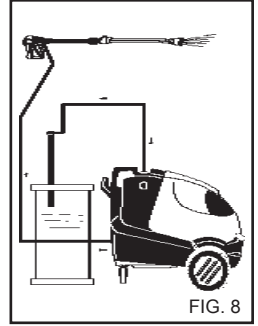

FIG. 8
- 3) Spola ur intag-sledningen efter användning av rengöringsmedel genom att lägga inloppsslangen i en (fig. 8) i en tank med rent vatten och köra pumpen under en minut med doseringsventilen helt öppen och munstycket sprutklart.
4) Spola ur intagsledningen efter användning av rengöringsmedel. Lägg sugslangen (fig. 8) i en behållare med rent vatten och kör pumpen under en minut med doseringsventilen helt öppen och munstycket sprutklart.